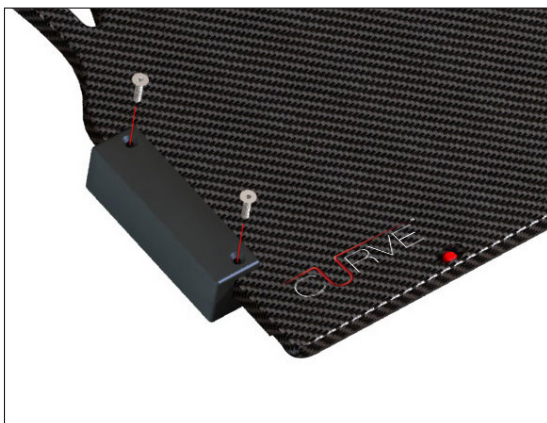

Fig. 6
1. Installer en av adapterne på den ene siden av enheten i posisjonen som er vist nedenfor, ved hjelp av 2 (hver) $\frac{1}{4}$ -20 x $\frac{1}{2}$ " skruer. (Fig. 6)
3. Plasser plasseringsstangen med 2 pinner i ønsket stilling (når plasseringsstangen er festet, vil pinnene være på linje med hullene nederst på enheten) (fig 6, 7 og 8).